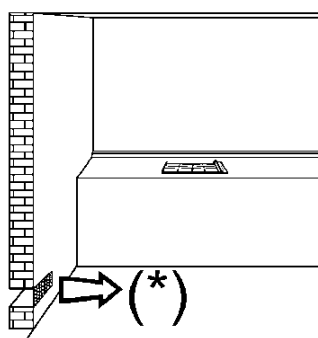
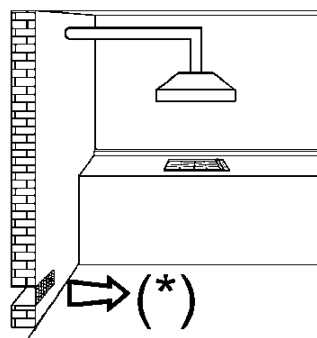
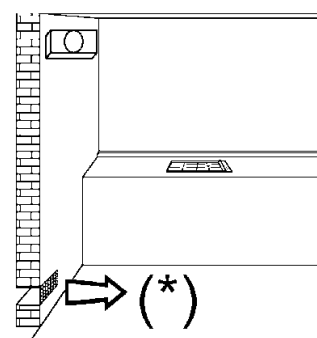

FIG. 1
FIG. 2
FIG. 3
- *queimadores com dispositivo de falha de chama só pode ser inflamado quando o botão tem-se relacionado com o total de Setembro, sobre a posição (chama grande fig. 1).*
- a utilização dum aparelho de cozinhar a gás produz calor e humidade no local onde está instalado, portanto, é necessário garantir uma boa ventilação do local, mantendo as aberturas da ventilação natural desobstruídas (fig. 1) e activando o dispositivo de ventilação mecânico (ver. fig. 2 e fig. 3).
Para que o aparelho funcione correctamente, é indispensável que o local de instalação seja permanentemente ventilado. A quantidade de ar necessária é a exigida pela combustão regular do gás e pela ventilação do local, cujo volume não poderá ser inferior a 20 m3. O ar deve entrar naturalmente por via directa através de aberturas permanentes, que atravessam a parede do local a ventilar, alcançando o lado exterior com uma secção mínima de 100 cm2 (veja fig. 1).
Os aparelhos para cozinhar a gás devem sempre libertar os produtos da combustão por meio de exaustão ligada a chaminés ou directamente ao exterior (veja fig. 2). Caso não exista a possibilidade de aplicação de exaustão, admite-se o uso de um ventilador eléctrico instalado na janela ou numa parede que dê para o exterior, o qual deverá funcionar junto com o aparelho (veja fig. 3), desde que a Norma em vigor em matéria de ventilação seja respeitadas.